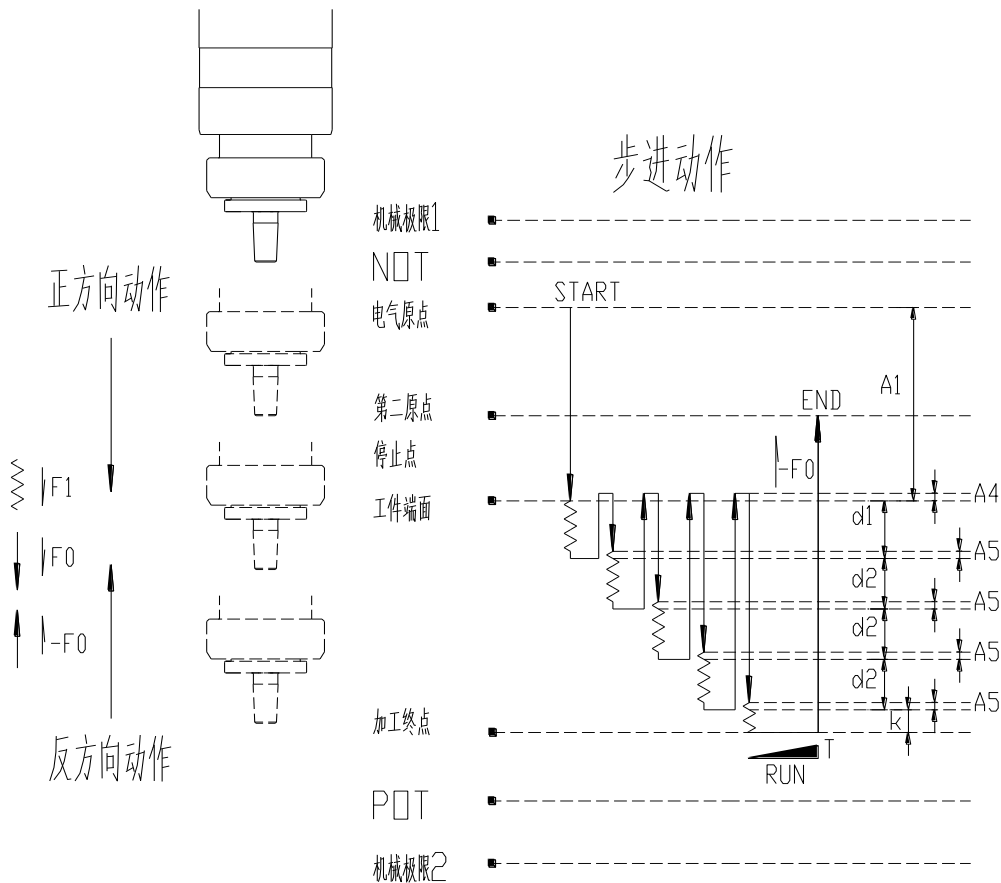

图 10-4 步进模式动作图
(1) CHOOSE1 信号为 ON、CHOOSE2 信号为 ON 时步进模式被选择, POS10K 信号此时为 ON、POS20K 信号此时为 ON。
(2) 周期开始后伺服驱动器输出 RUN 信号, 步进模式时 (图 10-4): 初期马达以 F0 (P7.01) 为速度正方向前进 A1 (P7.02) 行程, 接着执行 d1 段 (至工件表面时伺服马达以 F1 (P7.05) 为切削速度时的转速进给, 切削加工 d1 (P7.12) 行程, 再以 -F0 为速度反向动作 d1+A4 (P7.12+ P7.10) 行程), 再执行 d2 段 (伺服马达以 F0 (P7.01) 转速正方向动作 d1+A4-A5 (P7.12+P7.10-P7.11) 行程, 接着伺服马达以 F1 (P7.05) 为切削速度时的转速进给, 切削加工 d2+A5 (P7.13+ P7.11) 行程, 此时系统自行判断执行 d2 段 加工的循环 (根据关系 $A2=d1+n*d2+K$, K: 余值; n: 循环次数, 不等于 0 的整数)), 到循环结束后又进行判断 K 值 (若 K 值=0 则直接进入驻停阶段, 若 K 值>0 则进行余值加工后再进入驻停阶段), 执行 余值加工 (伺服马达以 F1 (P7.05) 为切削速度时的转速进给, 切削加工 K 行程), 驻停 T0 结束后执行 返回第二原点 (以 -F0 为速度反向动作 A2+A3 行程)。至此周期完成, 伺服输出信
(3) 图 10-4 中只有 3 段 d2，且并未表示其运算及判断过程，只起到示意作用。